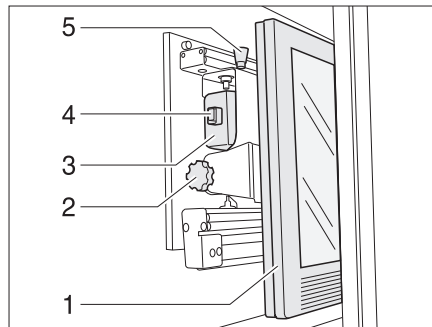

Fig. 91 Armario de TV
- Presionar el botón de desbloqueo (Fig. 91,5) y tirar el soporte para la pantalla plana hacia adelante hasta el tope agarrándolo del tirador (Fig. 91,4).
- Tirar del botón de desbloqueo (Fig. 91,1) y girar la pantalla plana (Fig. 91,2) a la posición deseada.
- Aflojar el tornillo moleteado (Fig. 91,3).